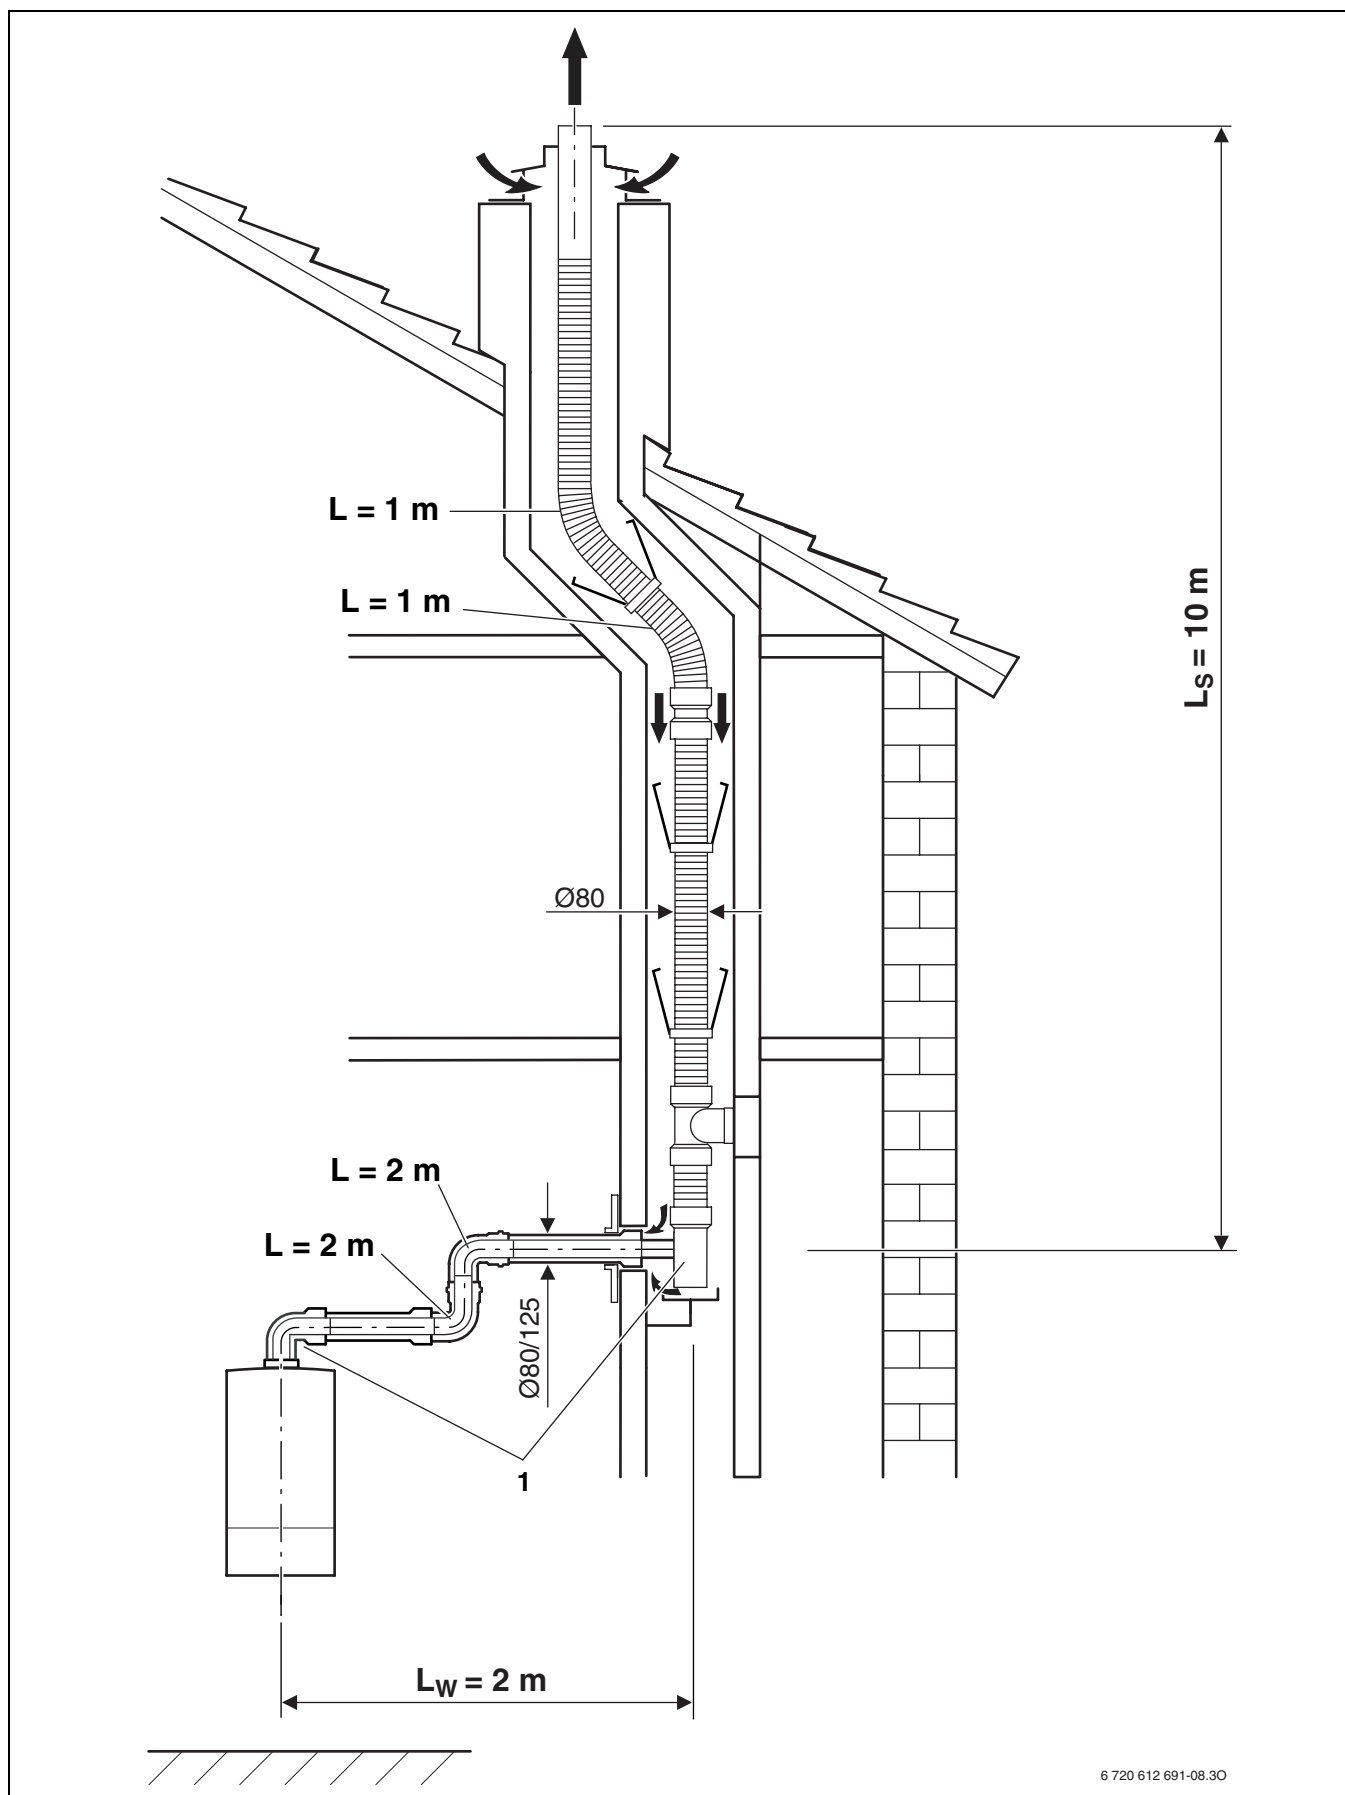

Fig. 20
5.4 Exemplu pentru calcularea lungimilor țevii de gaze arse (fig. 20)